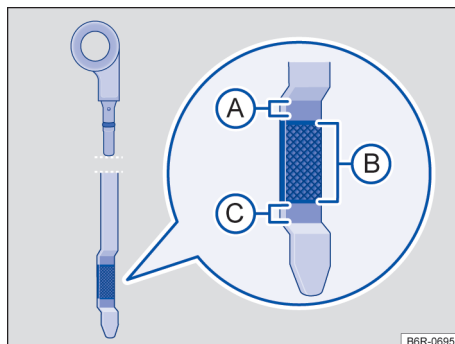
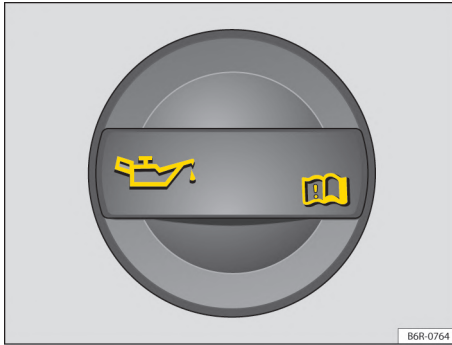

Fig. 182 Varilla de medición del aceite con marca de nivel de aceite del motor.
Fig. 183 En el compartimento del motor: tapón de la boca de llenado del aceite del motor.
En caso de alta demanda del motor, el nivel del aceite del motor debe estar lo más cerca posible del nivel → fig. 182 \(A\), sin sobrepasarse, como, por ejemplo, en viajes largos en carreteras durante el verano o durante travesías de montañas.
Leyenda para → fig. 182:
4. Identifique la boca de llenado del aceite del motor y la varilla de medición del aceite. La boca de llenado del aceite del motor está identificada con el símbolo  en el tapón → fig. 183 y por la varilla del nivel de aceite con la empuñadura de color. Si no está claro donde se encuentran la tapa y la varilla de medición de aceite, entrar en contacto con un Concesionario Volkswagen o una empresa especializada.
5. Retirar la varilla de medición del nivel de aceite del tubo guía y limpiarla con un paño limpio → ①.
7. Retirar nuevamente la varilla del nivel de aceite y leer el nivel del aceite del motor en la varilla de medición → fig. 182 de la siguiente manera:
- (A): **No** agregar aceite → ①. Continuar con la etapa 16.
- (B): Nivel del aceite correcto. Se puede agregar aceite (aproximadamente 0,5 l). Continuar con la etapa 8 o 16.
- (C): Agregar **obligatoriamente** el aceite recomendado y mantener el nivel dentro de la zona (B). Continuar con la etapa 8.
9. Desenroscar el tapón de la boca de llenado de aceite del motor → fig. 183.
12. Vuelva a comprobar el nivel del aceite del motor en la varilla de medición antes de volver a agregar una pequeña cantidad de aceite del motor. Nunca recargar con aceite del motor en exceso → ①.
13. Una vez finalizado el proceso de la reposición de aceite, el nivel del aceite del motor debe estar, al menos, en el medio del nivel → fig. 182 (B), pero jamás por encima del nivel (A) → ①.
14. Si, por descuido, se ha completado exceso de aceite del motor y si, después de esto, el nivel del aceite se encuentra por arriba de la franja → fig. 182 (A), **no arranque el motor**. Buscar un Concesionario Volkswagen o una empresa especializada.
- No arranque el motor si el nivel de aceite del motor está por encima del nivel → fig. 182 . Buscar un Concesionario Volkswagen o una empresa especializada. De lo contrario, ¡pueden dañarse el catalizador y el motor!
En ninguna circunstancia el nivel de aceite del motor debe sobrepasar el área → fig. 182 . Con el nivel por encima de esta área, el sistema de escape puede extraer el aceite a través de la ventilación del cárter y lanzarlo a la atmósfera. Además, el aceite puede quemarse en el interior del catalizador, dañándolo.